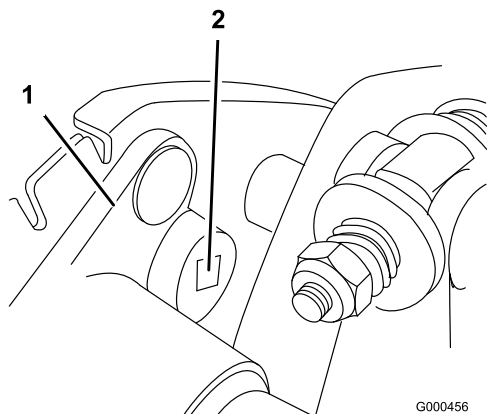

図 33
- B. 3/8インチのトルクレンチでベアリング・ハウジングを0.4～0.46 kg.mのトルクで回転させてベルトを張る（図 33）。